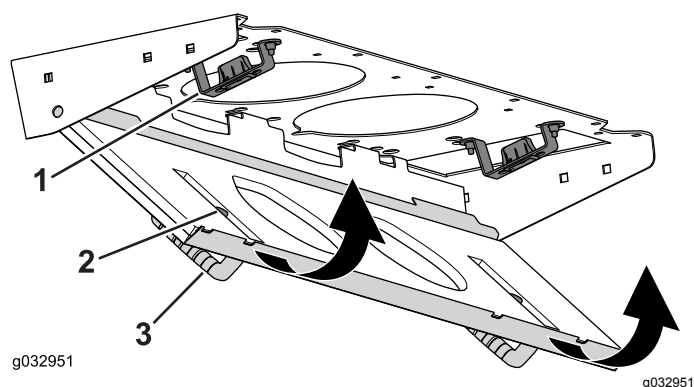

図 147
4. フィルタスクリーンを回転させてラッチをラッチ取り付けアセンブリにロックする 図 147。